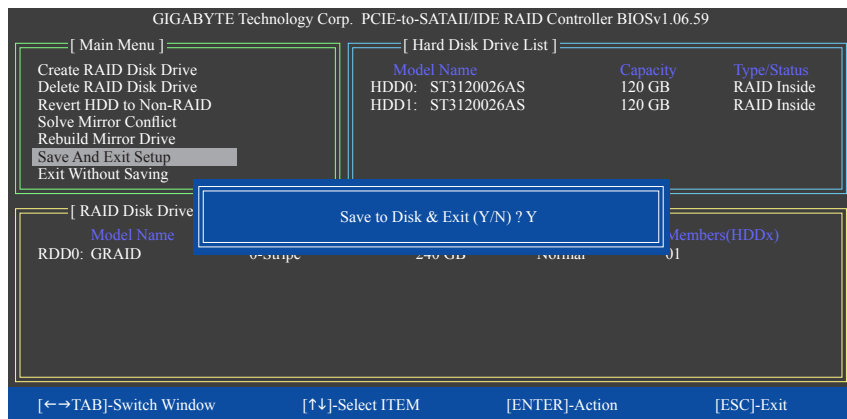

図 10
7. **セットアップを保存して終了:** RAID アレイを構成した後、メイン画面で **Save And Exit Setup** 項目を選択し、設定を保存してから RAID BIOS ユーティリティを終了し、<Y> を押します (図 10)。